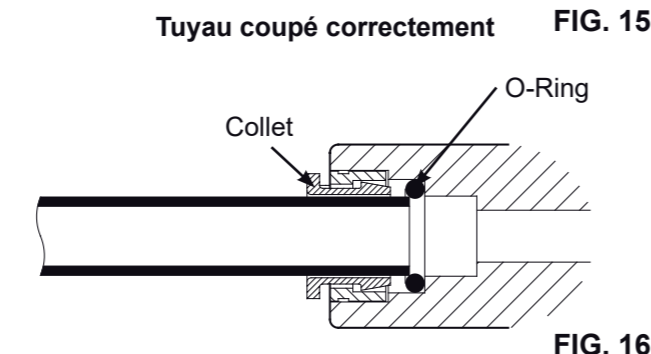
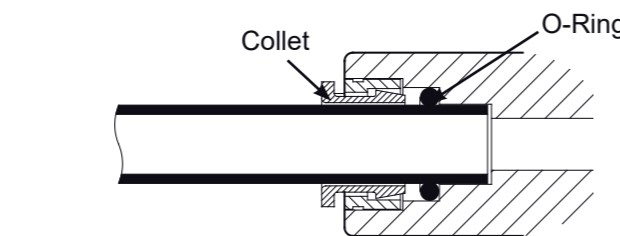

FIG. 16
FIG. 17
1. Poussez le tuyau dans la douille jusqu'à ce qu'il pénètre dans le joint torique. Continuez d'exercer une pression jusqu'à ce que les bouts des tuyaux reposent contre le bout du raccord. Cf Fig. 17. L'erreur courante consiste à cesser de pousser lorsque le tuyau pénètre dans le joint torique. Lorsque le tuyau de 1/4" (6.35 mm) est complètement inséré, 1.7 cm de tuyau est entré à l'intérieur du raccord. Lorsque qu'un tuyau de 3/8" (9.5 mm) est complètement inséré, 1.9 cm du tuyau est entré à l'intérieur du raccord. Vous pouvez faire créer des repères sur les tuyaux à l'aide de scotch ou d'un marqueur. Cf Fig. 16 & 17.
7. Insérez correctement à l'intérieur du collet. Cf Figs. 16 & 17.
4. Insérez bien profondément à l'intérieur du raccord du robinet. C'est un raccord poussoir. Cf Figs 16 & 17.
4. Insérez profondément à l'intérieur du raccord-poussoir au diamètre approprié (1/4") appelé «Raccord tuyaux» (Fig. 20). Cf Fig 16 & 17.
6. Coupez l'une des extrémités du tuyau en angle droit et l'insérer dans la partie 3/8" du système poussoir du raccord tuyaux. Cf Fig 16 & 17.
8. Connectez au raccord à l'évacuation. Cf Figures 16 et 17.